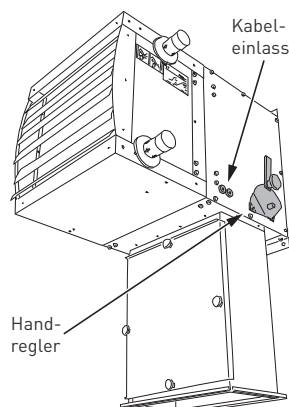

Abb. 7. An der Wand befestigtes Gerät
9. Ziehen Sie das Netzkabel durch eine der Kabelführungen an der Zugangsseite. Siehe Abb. 7.